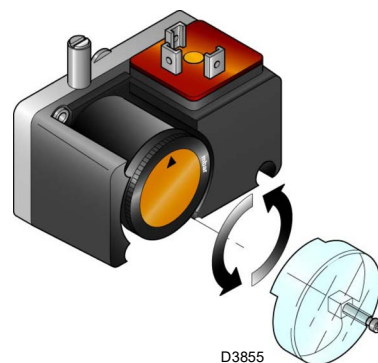

Рис. 31
- Установите реле минимального давления газа (Рис. 31 на стр. 33) на начало шкалы.
Отрегулируйте реле минимального давления газа (Рис. 31) после регулировки горелки, газовых клапанов и стабилизатора рампы.